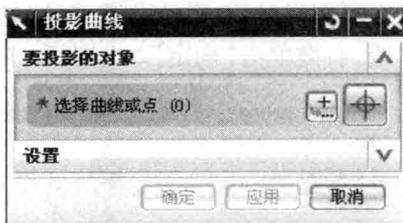

图 1.1.12 “投影曲线”对话框
(22) 投影曲线:单击“投影曲线”命令,打开如图 1.1.12 所示对话框,能够沿草图平面的法相将曲线、边或点(草图外部)投影到草图上。